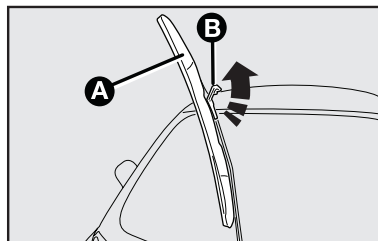

fig. 22
Sustitución de las escobillas del limpiaparabrisas - fig. 22
- 1) Levantar el brazo **A-fig. 22** del limpiador del parabrisas;
- 2) Accionar el dispositivo de traba **B-fig. 22** de acuerdo a la flecha.